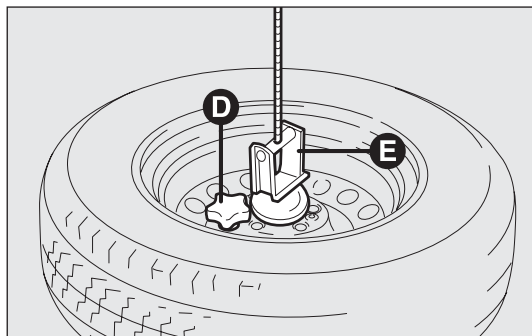

fig. 170
- draai de blokkeerknop D-fig. 170 los en maak het wiel los van de steun E.
- haak het verwisselde wiel aan de steun E-fig. 170 en draai de knop D vast;